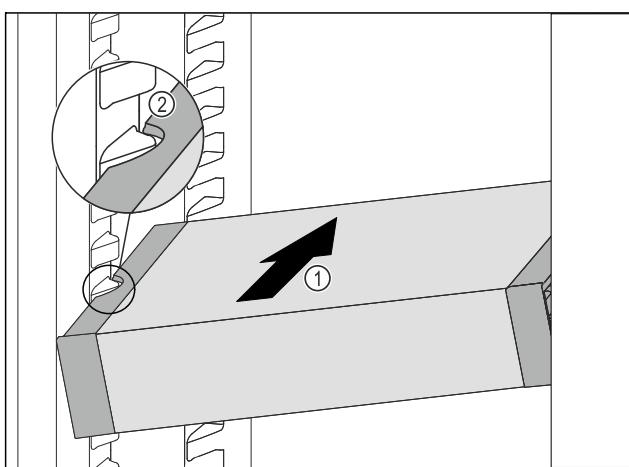

Fig. 78
- Zasuňte VarioSafe do chladničky pod úhlem tak Fig. 78 (1), aby vybrání na bocích Fig. 78 (2) VarioSafe byla na úrovni žebrování na nádoby v chladničce.